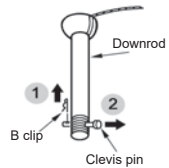

Fig.5
Paso 1. Retire el pasador de enganche y el pasador de bloqueo del conjunto de tija. (Fig. 5)